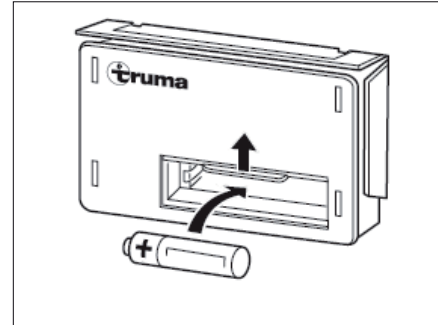

Fig. 101 Changement de pile
- Faire glisser vers le haut le recouvrement du compartiment à piles de l'allumage automatique (Fig. 101).
- Placer une pile neuve du même type dans le compartiment à piles de l'allumage automatique en respectant la polarité (+/-) (Fig. 101). Utiliser uniquement des piles Mignon à résistance thermique élevée (+70 °C) et ne coulant pas.